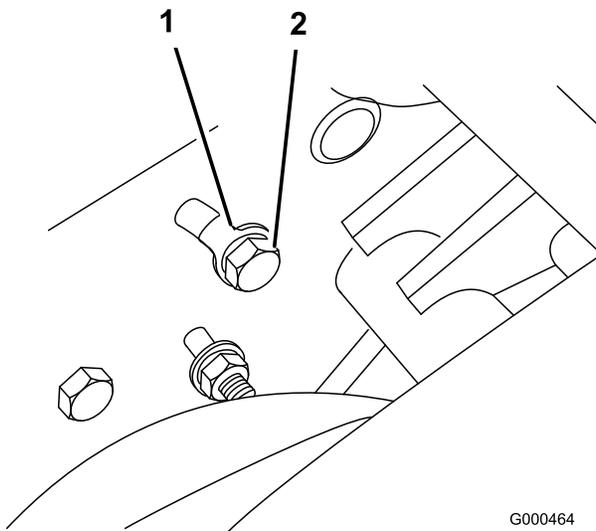

Figura 46
A. En la parte trasera de la chapa lateral, afloje el perno que fija el soporte de la polea tensora a la chapa lateral (Figura 46).